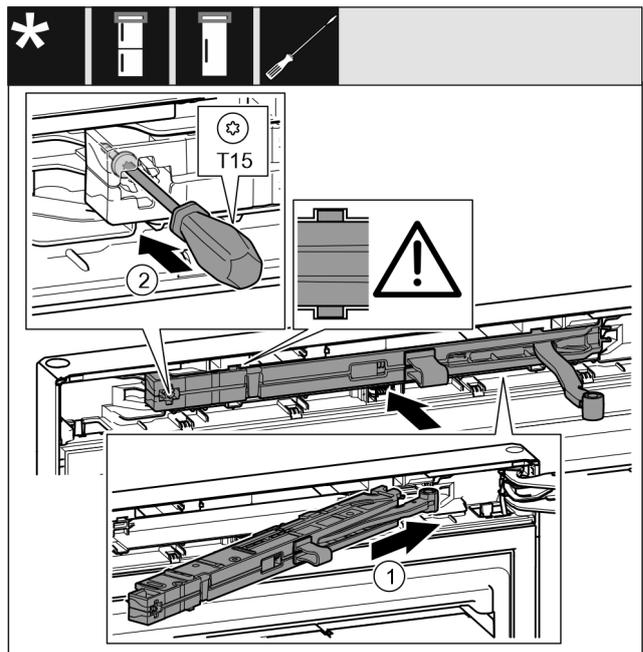

Fig. 24
- ▶ 将托架侧面的关门阻尼单元 Fig. 24 (1) 倾斜插入凹槽直至止挡装置。
- ▶ 用螺丝刀拧紧螺钉 Fig. 24 (2)。